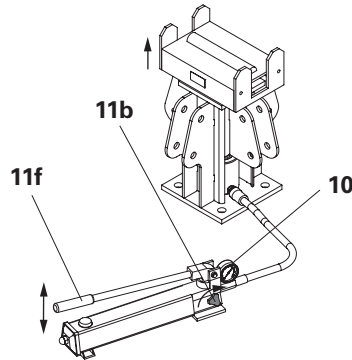

Fig. B1.20
- Il cilindro (8) deve essere a piombo e aderire in maniera completa e centrale!
- Il tubo idraulico non deve essere piegato né eccessivamente curvato. (Fig. B1.20)
- La valvola della pompa (11b) è chiusa. (Fig. B1.20)